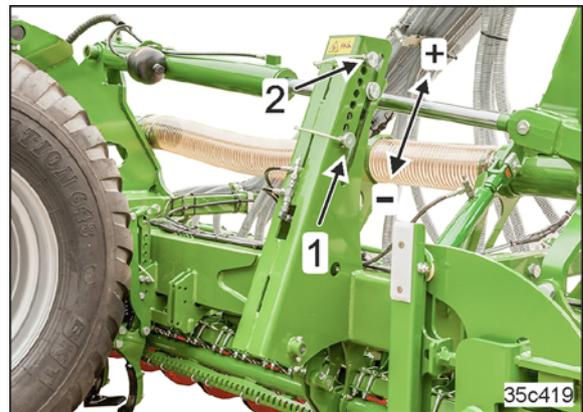

Fig. 181
- o mettre en position flottante (Fig. 181/1).
- o mettre sous pression en actionnant le distributeur *bleu* (Fig. 181/2).
- Les socs travaillent avec une pression d'enterrage normale (Fig. 181/1).
- Les socs fonctionnent avec une pression d'enterrage accrue (Fig. 181/2).